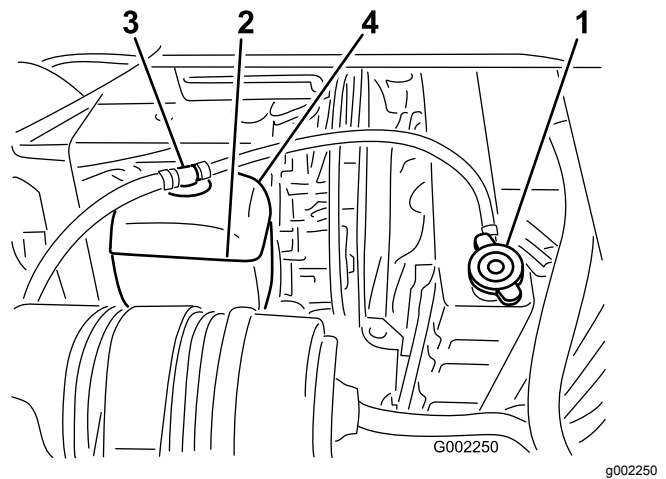

Figure 54
3. Retirez le bouchon du radiateur et le bouchon du vase d'expansion avec précaution (Figure 54).